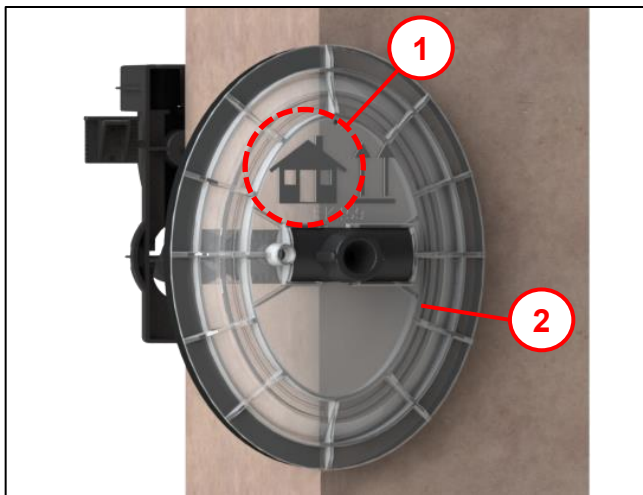

Abb. 20
- Schaumrohr mit Außenflansch mit Schaumstoffband (1) in Kernloch ansetzen und bis zu Beginn der Rastnase einstecken (Abb. 20 beachten).
Weiter bei Abb. 20